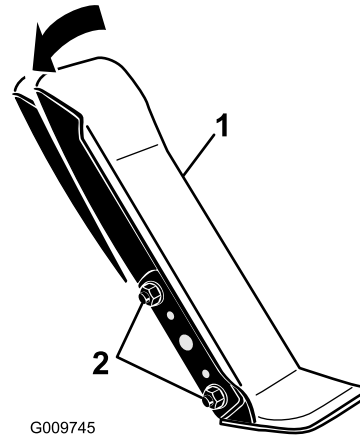

Figura 111
1. Afloje las dos tuercas y pernos que fijan el lado izquierdo del pedal de tracción al soporte (Figura 111).
2. Ajuste el pedal al ángulo deseado y apriete las tuercas (Figura 111).